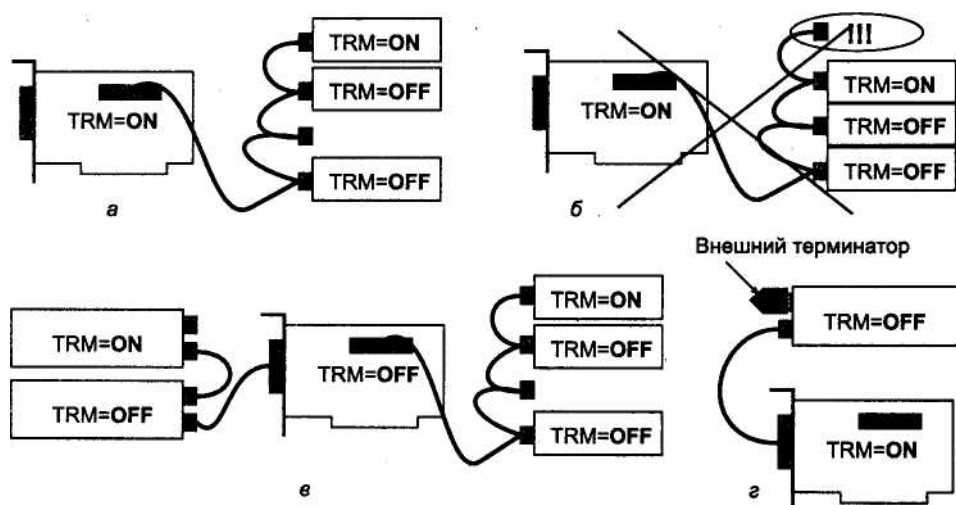

Рис. 5.7. Подключение устройств к карте контроллера SCSI: а, в, г — правильно; б — неправильно
«Disable Wide». Дополнительно может потребоваться терминация старшего байта и относящихся к нему управляющих линий, чтобы обеспечить на них надежное пассивное состояние («висящие» входы восприимчивы к помехам). Некоторые версии встроенного микропрограммного обеспечения позволяют работать устройствам и без дополнительных терминаторов. Идентификаторы всех устройств должны быть в диапазоне 0-7 (по тем же соображениям, что и в предыдущем случае). Рассмотрим различные конфигурации подключения устройств к контроллеру SCSI (рис. 5.7). Контроллер может быть расположен на карте расширения, устанавливаемой в слот PCI или ISA, или же встроен в системную плату. Устройства, подключаемые к нему, могут быть как внутренними (разного рода дисковые и ленточные устройства), так и внешними (те же, а также сканеры и другие периферийные устройства). Терминаторы расставляются исходя из конкретных условий.
- ◆ концы кабельного шлейфа не должны висеть в воздухе (как на рис. 5.7, б);
- ◆ на устройствах, подключенных к концам шлейфа, должны быть включены внутренние терминаторы (на рисунке обозначено как TRM=ON) или же установлен внешний (рис. 5.7, г);
Если контроллер SCSI смонтирован на дополнительной интерфейсной карте, то разъем, к которому подключаются внешние устройства, расположен достаточно близко к внутреннему, так что длинной линии между ними нет. В этом случае терминация внешнего разъема хлопот не доставляет: когда используется только внутреннее (рис. 5.7, а) или только внешнее (рис. 5.7, г) подключение, терминатор на
контроллере *включают*. Когда используется и внешнее, и внутреннее подключение (рис. 5.7, *в*), терминатор на контроллере *отключают*.